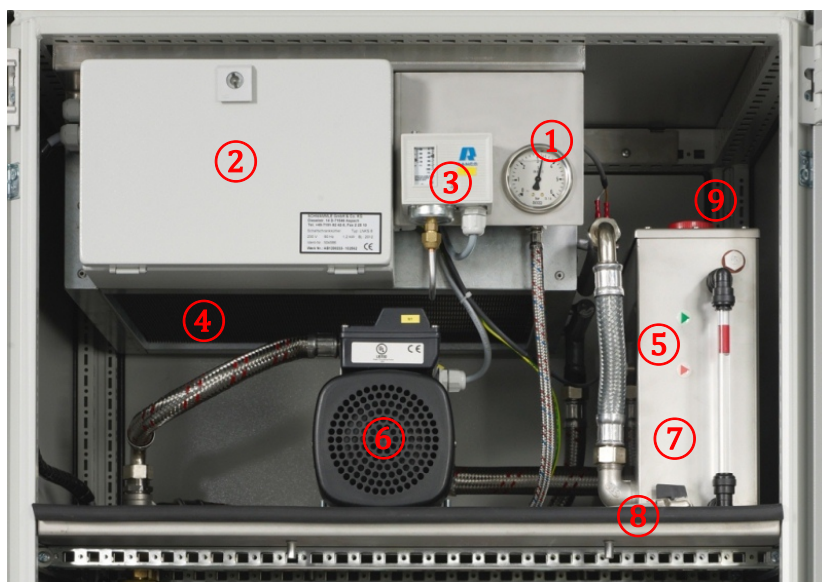

Abb. 4: Kühlsystem – Hauptkomponenten
Der Betriebsdruck wird vom Gerät überwacht. Bei zu geringem Druck wird das Filter nicht zum Betrieb freigegeben und **Störung 9 „Kühlwasser“** in der Statuszeile im Display angezeigt. Der Druck am Manometer (Abb. 4, ①) kann bei geöffneter Schaltschranktür überprüft werden.
Schaltkasten Kühlsystemsteuerung (Abb. 4, ②)